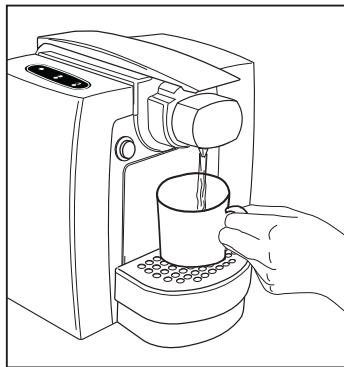

Fig.6
- Pour préparer correctement un thé ou un expresso allongé, placer la grille (5) en position basse **(Fig. 6)**
- Pour préparer un expresso allongé, placer la grille (5) en position basse **(Fig. 6)**